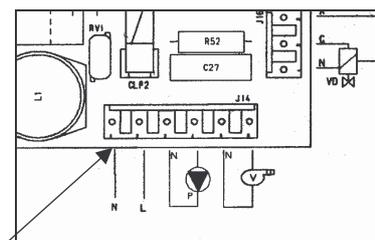

Fig. 2-17.1
- staccare il connettore J14 dalla scheda. (Vedi fig2-17.1)